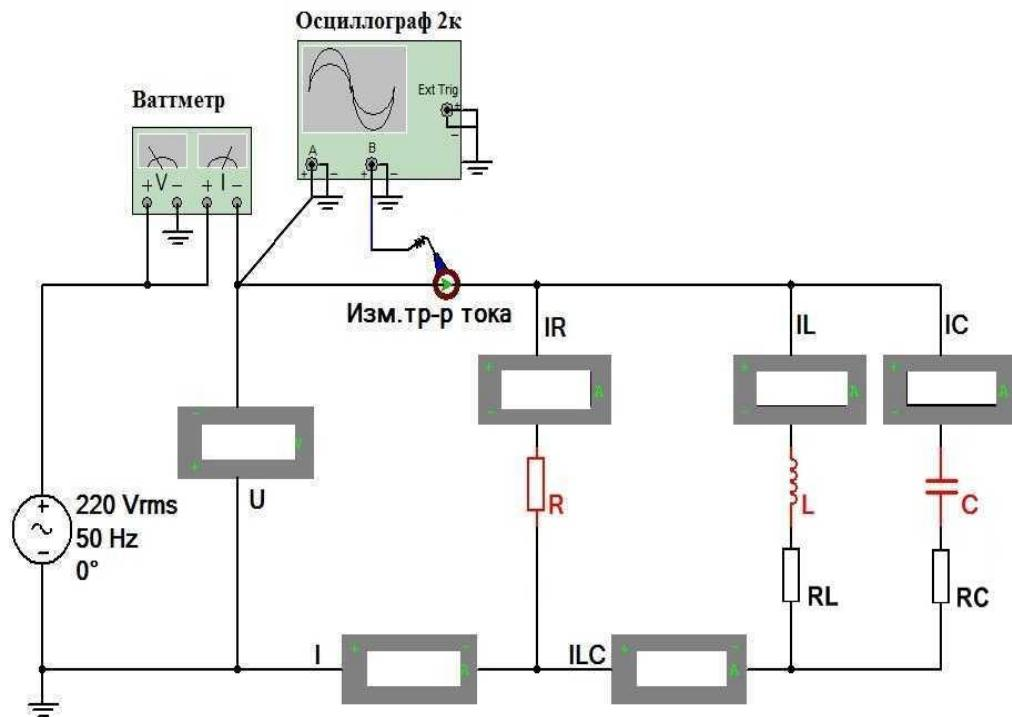

Рис. 2.2
1. Собрать в MultiSim схему электрической цепи с параллельным соединением элементов R, L, C (рис. 2.2).